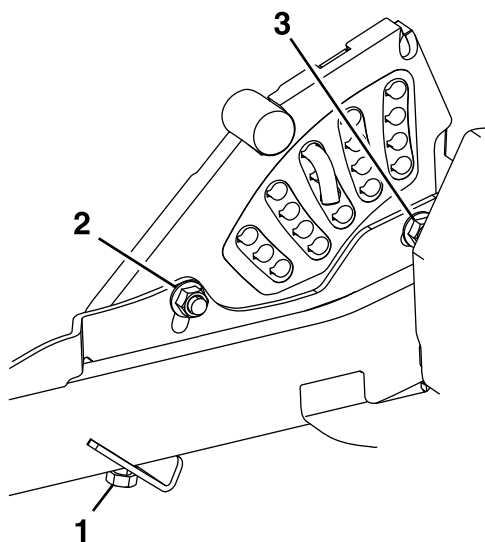

Figure 86
13. Si les 4 dispositifs de réglage du tablier ne disposent pas d'un réglage suffisant pour produire une hauteur de coupe précise, vous pouvez régler le système monopoint (Figure 86).
14. Pour régler le système monopoint, commencez par desserrer les boulons de fixation des plaques de hauteur de coupe avant et arrière (Figure 86).
16. Serrez les 2 boulons au bas de la plaque de hauteur de coupe (Figure 86).